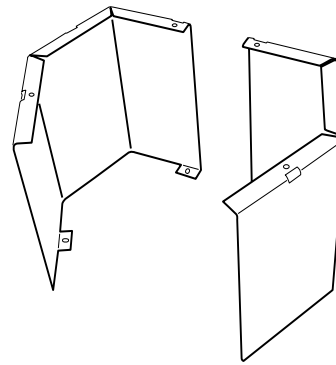
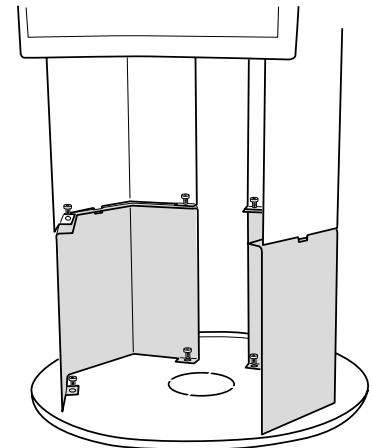

Bild 7: Låg sockel
Bild 8: Hög sockel
3. Montera sockeln (bild 7) på bottenplattan. Sockeln skall passa in i urtagen i plattan. Skall du montera ett extra skift täljsten under insatsen skall du använda förhöjningssockel, se bild 8.